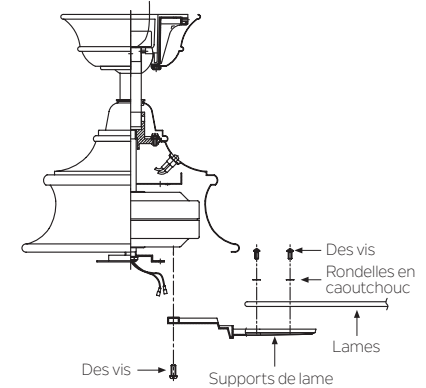

Fig. 16
**Étape 1.** Fixez une lame sur un support de lame à l'aide des vis et des rondelles en caoutchouc fournies. (Fig.16)
**Étape 2.** Fixez chaque lame au moteur à l'aide des vis de montage "Préinstallées" dans le support de lame. (Fig 16)